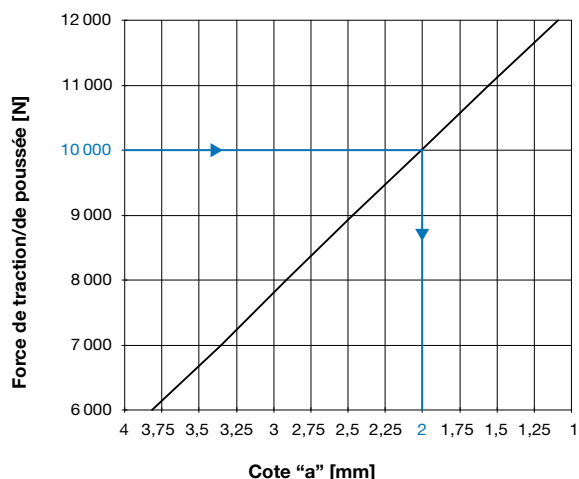

Fig. 2 (Ce diagramme de réglage ne sert que d'exemple pour Taille 4, Type 3_-.6_0 !)
Après avoir dévissé les vis sans tête (1), régler l'écrou de réglage (2) à la cote „a“ indiquée dans les diagrammes (fig. 2) à l'aide d'une clé à ergots. Tourner dans le sens des aiguilles d'une montre (vue de l'écrou de réglage (2)) pour augmenter la force de déclenchement et dans le sens inverse pour la réduire. Bloquer à nouveau l'écrou de réglage (2) à l'aide des vis sans tête (1).
$a = 2\text{ mm}$ (fig. 2)